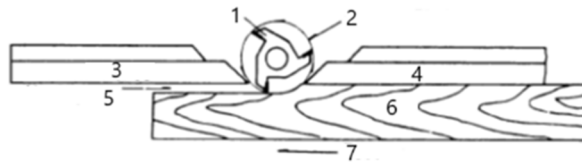

Abbildung 2
2. Wenn bei der Formgebung die gesamte Kante des Werkstücks entfernt wird (z. B. beim Fügen oder bei der Herstellung eines vollen Wulstes), wird die geformte Kante nicht vom hinteren Anschlag unterstützt, wenn beide Anschläge in einer Linie stehen, wie in Abbildung 2 gezeigt. In diesem Fall sollte das Werkstück bis zu der in Abbildung 2 gezeigten Position vorgeschoben und angehalten werden.